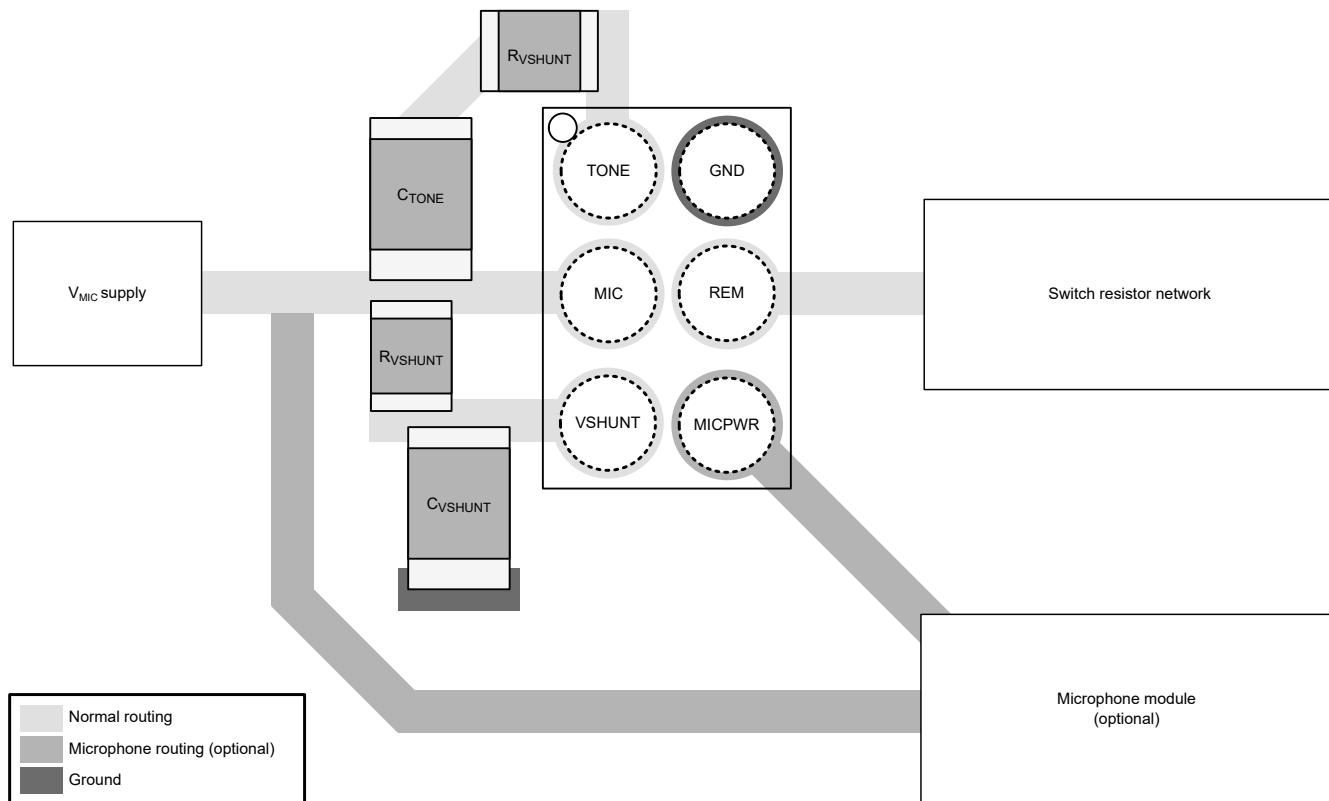

図 8-5. レイアウト例
- 一般的な外部 GND 接続を行うように設計された CD326x の推奨レイアウトについては、図 8-5 を参照してください。TI は、すべての部品をパッケージのピンにできるだけ近づけて配置することを推奨します。推奨レイアウトは EVM に実装されており、EVM ユーザーズ ガイドに記載されています。